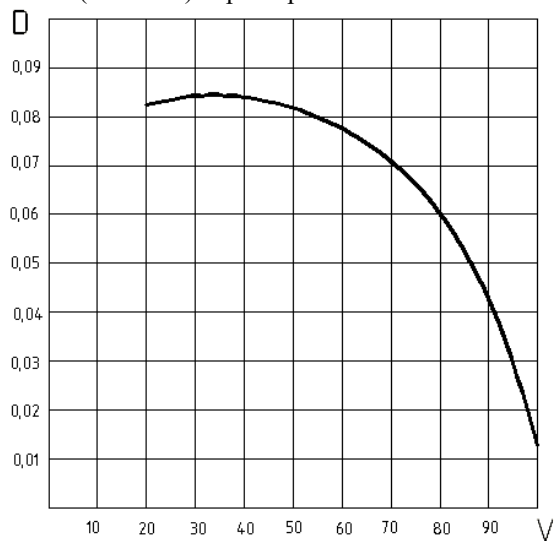

Рис. 4. Динамическая характеристика автомобиля на одной передаче.
39. Как изменится динамический фактор автомобиля при увеличении скорости с 50 до 90 км/ч на прямой передаче? При решении использовать, скоростную характеристику двигателя (рис. 4). Технические данные автомобиля: вес $G=3835\text{ кг}$; радиус колеса $r_k=0,544\text{ м}$; передаточное число главной передачи $i_0=5,125$; механический к.п.д. трансмиссии $\eta_m=0,92$; фактор сопротивления воздуха $k_w F=0,76\text{ Н}\cdot\text{с}^2/\text{м}^2$.